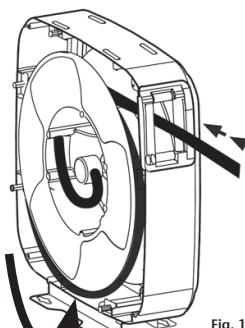

Fig. 13
2. Wind the hanging hose into the reel (fig. 13).
2. Lägg upp den utdragna slangen på trumman (fig 13).
2. Wickeln Sie den herunterhängenden Teil des Schlauches auf die Trommel (Fig. 13)